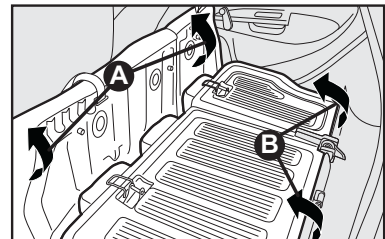

fig. 89
5) Incline hacia adelante el respaldo **A**-fig. 89, haciendo pasar lateralmente los cinturones, hasta apoyarlos sobre el asiento trasero.
Incline hacia adelante el asiento trasero completo, pasando los cinturones por los lados, de manera que se obtenga una superficie de carga única **B-fig. 89**.